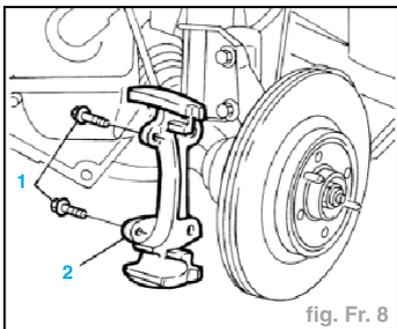
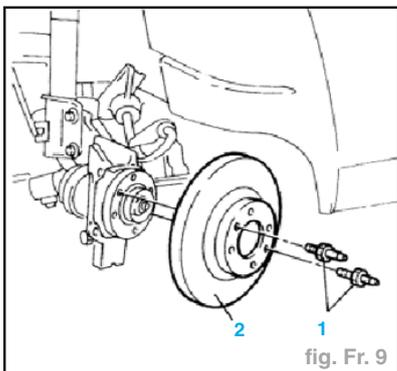

fig. Fr. 8
fig. Fr. 9
- Déposer les cache-fixations AR (3a), dévisser les vis en-dessous (3b), puis écarter l'étrier de freins AV complet (3c) (fig. Fr. 8).
- Dévisser les vis de fixation (1).
- Déposer la chape de l'étrier de freins AV (2) (fig. Fr. 8).
- Dévisser les deux axes de fixation (1).
- Déposer les disques de freins AV (2) (fig. Fr. 9).